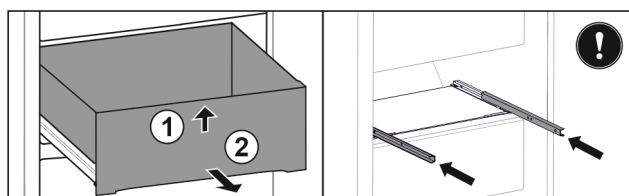

Fig. 48
- ▶ Løft skuffen fremefter. Fig. 48 (1)
- ▶ Tag skuffen ud fremefter. Fig. 48 (2)